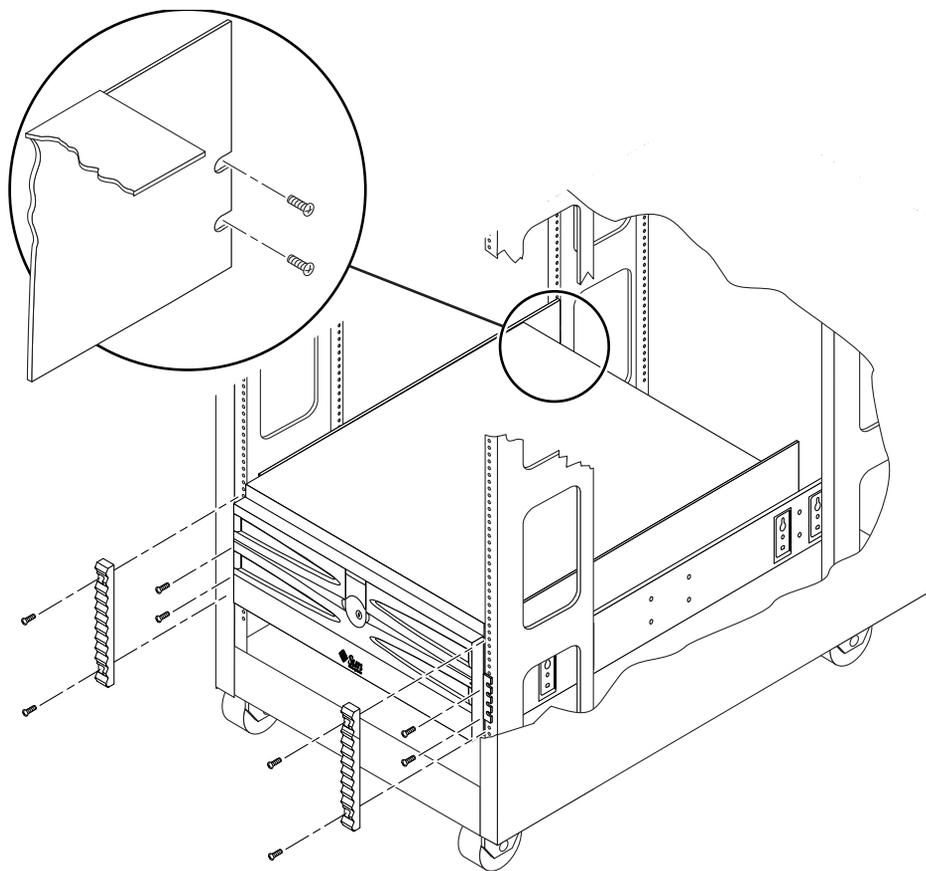

图7 将连接插槽和连接装饰带的螺丝安装到机箱
6. 在专用的孔中插入并拧紧两个 10-32 x 1/2 英寸螺丝以将插槽的背面连接到机箱背面的机架（图7）。
7. 插入并拧紧将插槽正面固定到机箱正面装配机架的两个 10-32 x 1/2 英寸螺丝（图 7）。